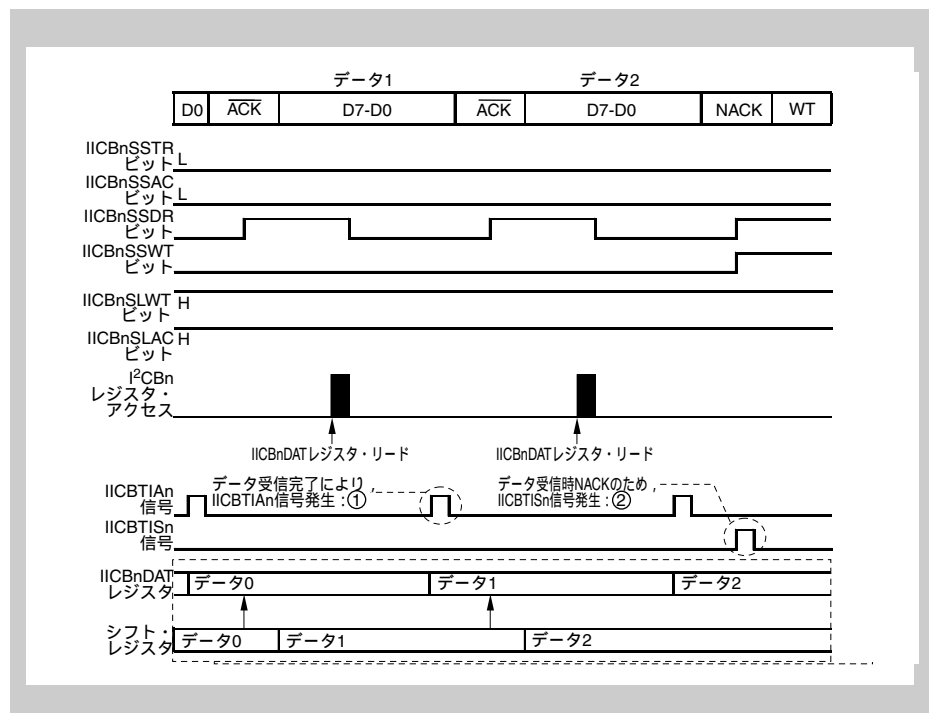

図 23-12 IICBTIAN 信号発生タイミング (受信, 連続転送モード)
受信データをシフト・レジスタから IICBnDAT レジスタへデータの格納を行ったとき (図 23-12 の①のタイミング)。